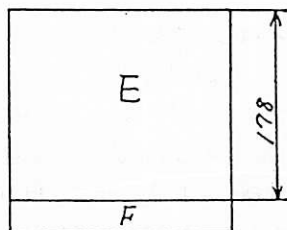

図5
④ふたは、図5の寸法でほぼ合いますが、今回は現物合わせでやりました。横を